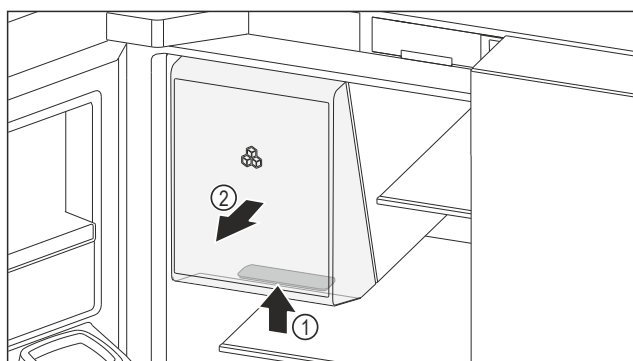

Fig. 160 取出储冰格
- ▶ 抓住储冰格下方的扶手槽 Fig. 160 (1)，将储冰格同时向前拔出 Fig. 160 (2)。